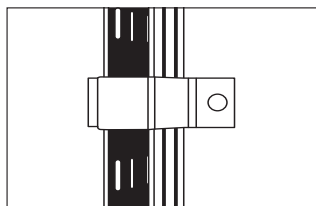

Рис. 26. Крепление к стене.
4) Крепление к стене с помощью скобы ТСУ крепления к стене. Используется для крепления стоек стеллажа ТСУ к стене. Крепеж в комплект не входит, т.к. подбирается всегда индивидуально в зависимости от основания, к которому происходит крепление (рис. 26 и 27). Используемое количество скоб крепления к стене зависит от высоты стоек (таблица № 5).